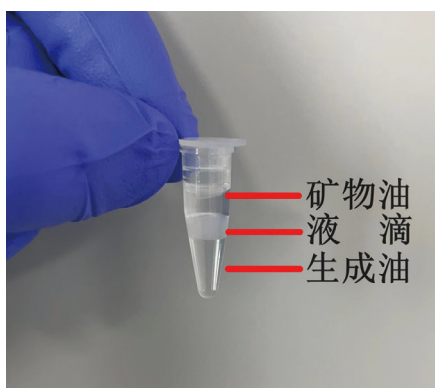

图 13 : 液滴收集示意图
- b. 待液滴直径合适后,使用已加入 80 μL 矿物油的离心管来收集液滴,每管液滴 15 min (图 13);